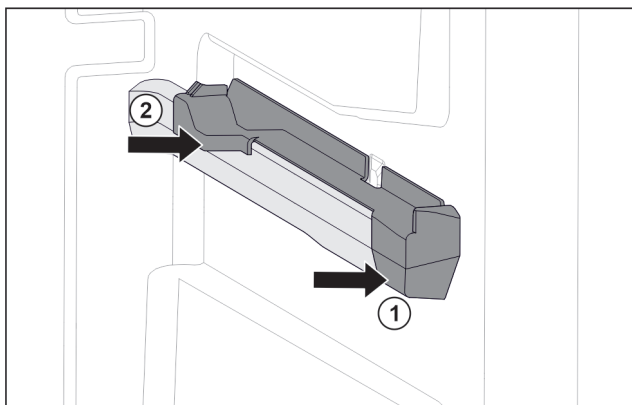

Fig. 94 Natični nastavek na desnemu nastavku za posodo
- ▶ Natični nastavek spredaj namestite na nastavek za posodo. Fig. 94 (1)
- ▶ Pritisnite natični nastavek zadaj. Fig. 94 (2)